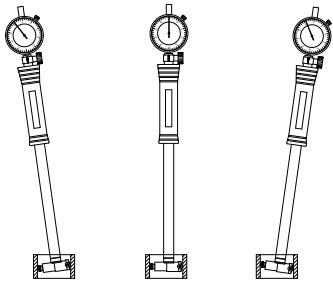

Fig.1
- (1) Definir o tamanho: Escolha a bigorna, a haste de extensão e a arruela de acordo com o tamanho da peça de trabalho e, em seguida, instale-as conforme as figuras a seguir. Use uma chave inglesa para apertar a bigorna quando o alcance for inferior a 35 mm. Pressione o ponto de contato várias vezes após a instalação para que o ponteiro do indicador se mova de forma suave e flexível.
- (2) Defina o tamanho da calibração: Selecione o anel de ajuste, o micrômetro externo ou o furo padrão com diâmetro e precisão conhecidos e limpe as faces de medição com um pano macio.
- (3) Defina o zero (como um exemplo de anel de ajuste): Insira o calibrador de furo no anel de ajuste e balance o calibrador de furo (fig. 1) para encontrar o 'ponto de giro' do ponteiro. Solte o parafuso de travamento da moldura e gire a moldura para que a 'linha zero' coincida com o 'ponto de giro' e, em seguida, aperte o parafuso de travamento da moldura. Balance o medidor de furo várias vezes para garantir que a 'linha zero' coincida com o 'ponto de giro'